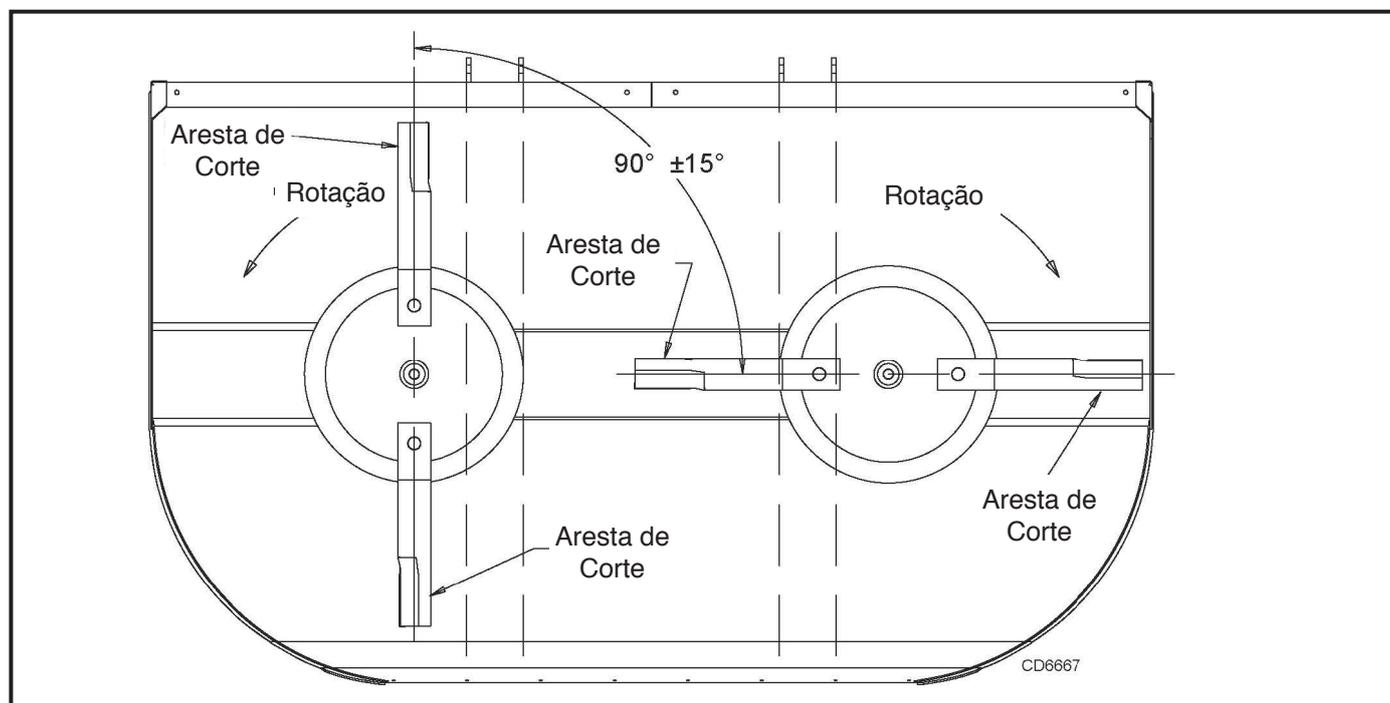

Figura 25. Sincronismo da Barra Transversal - Vista por baixo
1. Para refazer o sincronismo posicione as barras conforme mostrado na Figura 25.